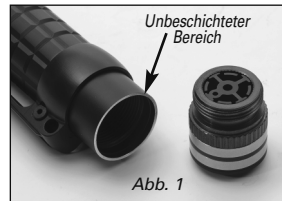

Abb. 1
1. Endkappe festziehen - stellen Sie sicher, dass der unbeschichtete Bereich des Gehäuses sauber ist. Siehe Abb. 1